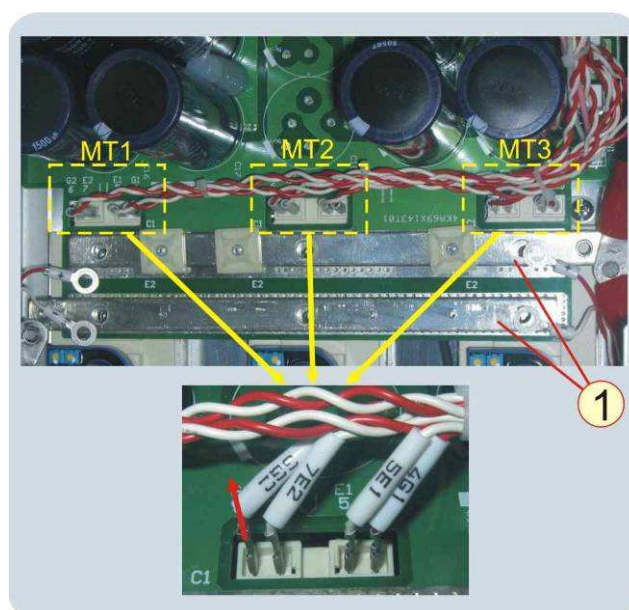

Рисунок 6.36
6.12.5 Снять наконечники проводов жгута «2» с ножевых контактов «4», «5», «6», «7» IGBT модулей МТ1, МТ2, МТ3 (рисунок 6.36):